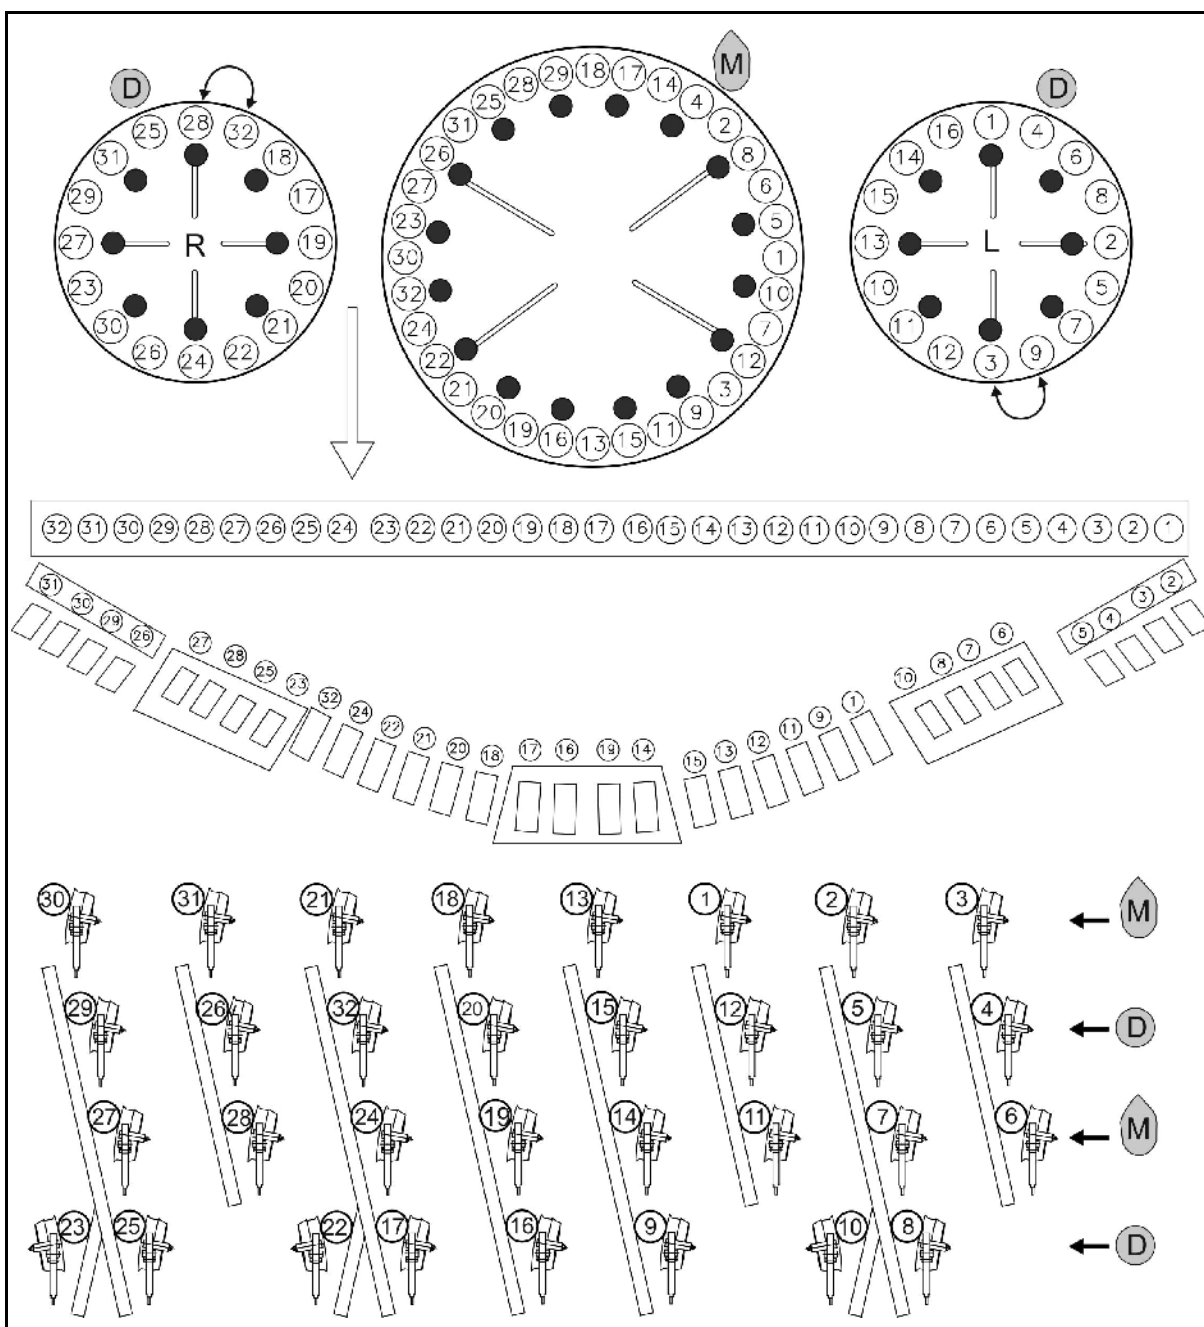

Рис. 52
- Кукуруза **M**: установите заглушки  согласно Рис. 52.
- Удобрения **D**: установите заглушки  согласно Рис. 52.